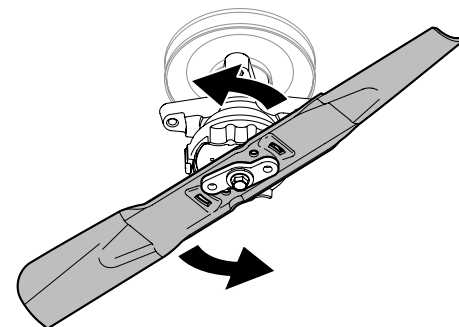

Figura 4-7
4. Mientras sostiene el collar en la posición hacia arriba, gire la cuchilla en sentido antihorario para liberarla del collar. Ver Figura 4-7.